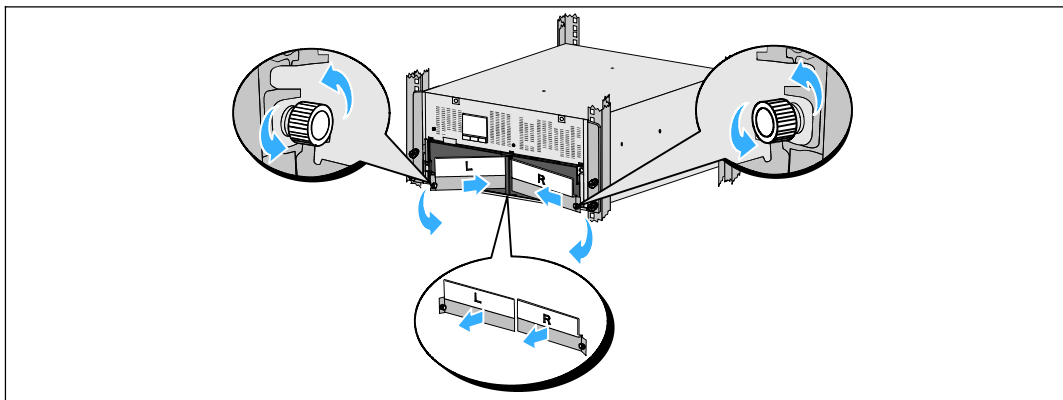

Рисунок 39. Удаление кронштейна крепления батареи
- 2 Снимите оба кронштейна крепления батареи с ИБП (см. Рисунок 39):